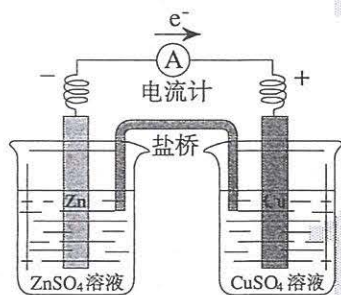

图4-1 锌铜原电池装置
如图4-1所示，将置有锌片的 ZnSO_4 溶液和置有铜片的 CuSO_4 溶液用一个盐桥^①连接起来，然后将锌片和铜片用导线连接，并在中间串联一个电流表，观察现象。取出盐桥，观察电流表的指针有何变化。
实验表明，接通电路时，电流表的指针发生偏转，即电路中有电流通过。从上述装置中取出盐桥，电流表的指针又回到零点，即电路中没有电流通过。如图4-1所示的原电池叫做锌铜原电池，其中锌一端为负极，铜一端为正极。
(1) 图4-1所示的锌铜原电池工作时，电子在导线中的运动方向是怎样的？阴离子和阳离子在电解质溶液中的运动方向是怎样的？
(2) 锌铜原电池可看作由两个半电池组成，一个发生氧化反应，另一个发生还原反应。试分别写出两个电极上的反应及总反应的离子方程式。
① 盐桥中装有含 KCl 饱和溶液的琼胶。胶体不流出，离子可在其中自由移动。
请结合图4-1绘制反映原电池工作原理的示意图, 并与同学交流。示意图要求包括以下内容: